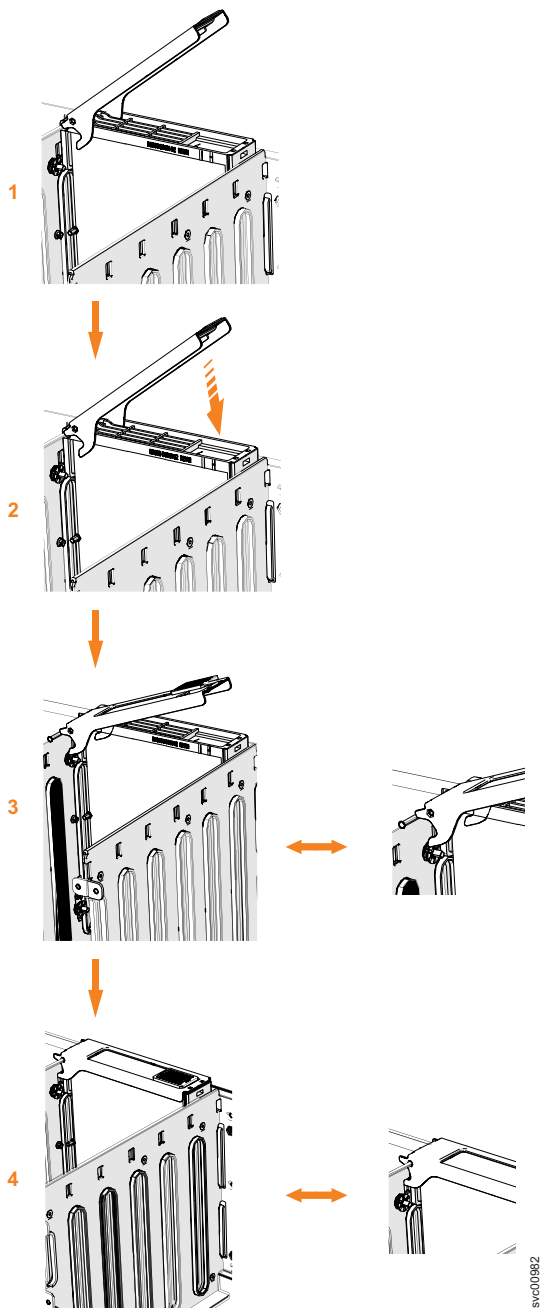

图 85. 更换驱动器
6. 确保驱动器组合件的驱动器手柄（第 81 页的图 85 中的 **1**）处于打开（解锁）位置。
8. 向下轻轻推动驱动器直到其停止，滑锁的底部应当与隔板的顶部对齐。确保手柄与驱动器支架之间的夹角不超过 45 度。（第 81 页的图 85 中的 **2**）。
9. 向下旋转手柄，以将驱动器组合件锁定到机箱中（图 85 中的 **3**）。
11. 确保滑锁的顶部引脚也完全咬合（第 81 页的图 85 中的 **4**）。